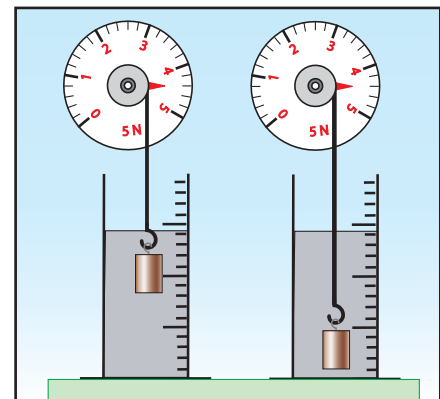

Fig .5
- Immergeons un même objet dans l'eau à des **profondeurs différentes** (Fig.5).